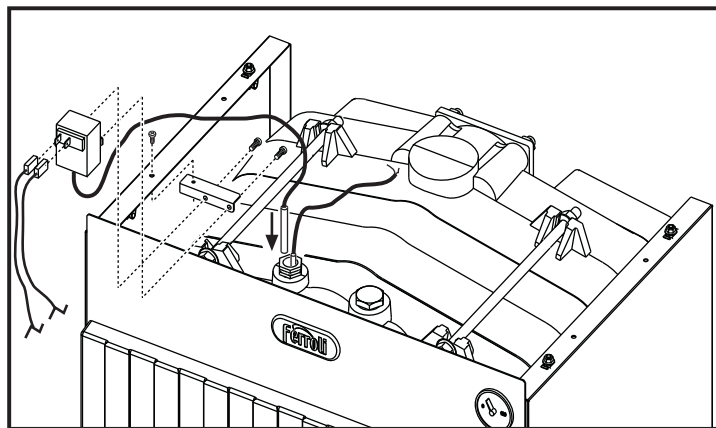

fig. 10
- Fissare la staffa e il termostato come indicato nella fig. 10.